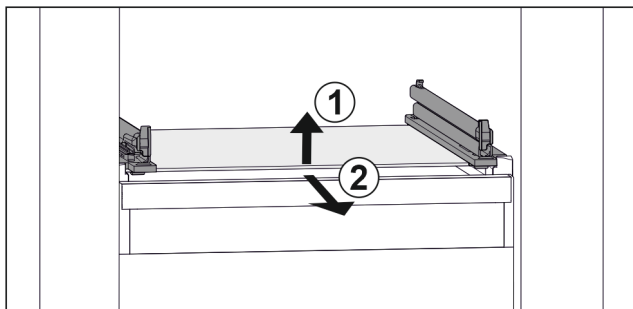

Fig. 84 Примерное отображение стеклнной пластины
- ▶ Приподнимите стеклнную пластину спереди. Fig. 84 (1)
- ▶ Извлеките стеклнную пластину движением вперед. Fig. 84 (2)